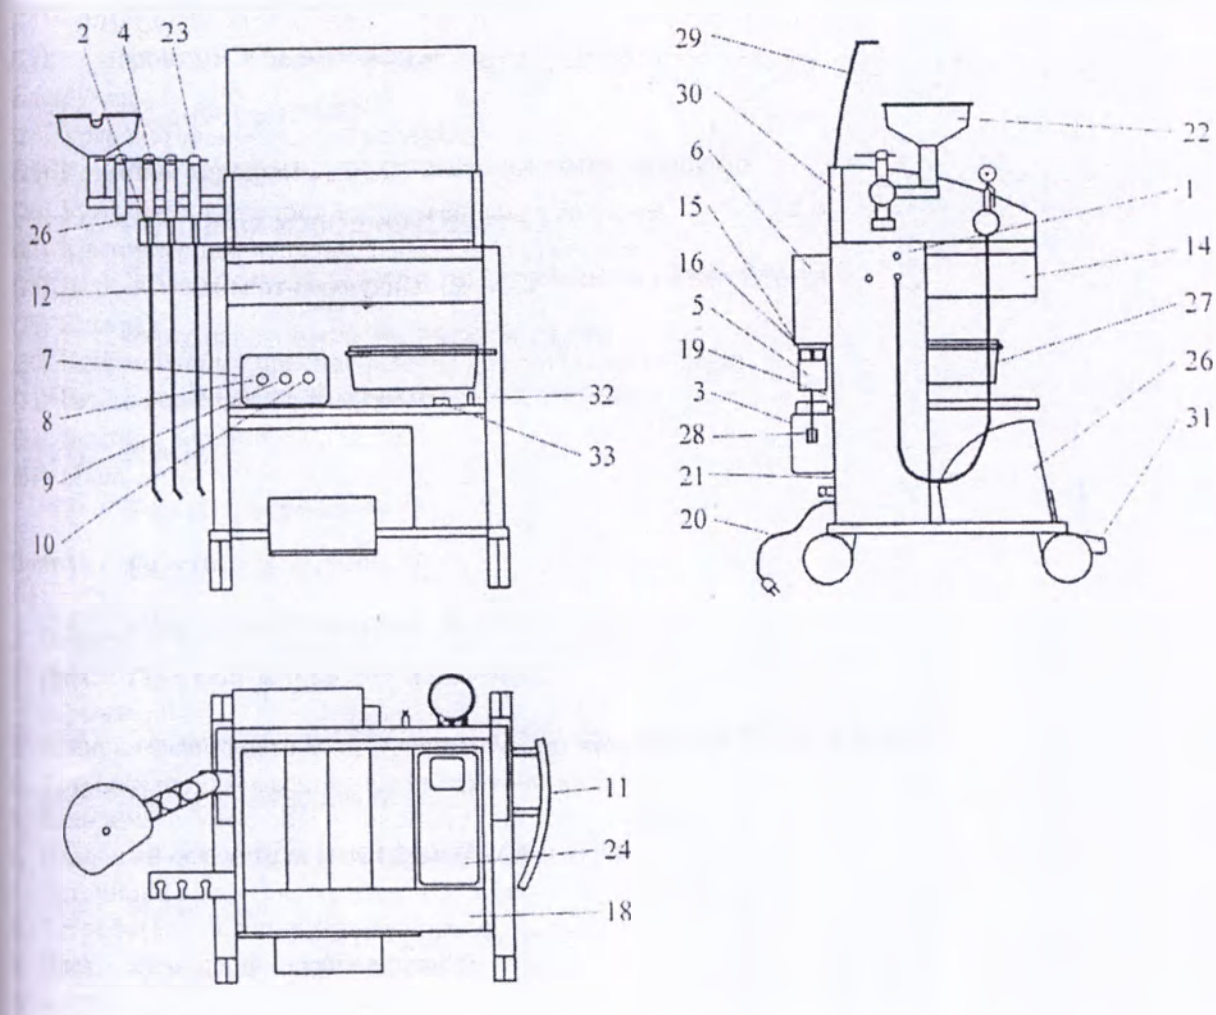

Рис. 1. Внешний вид прибора Swingo
об определения: Не светится контрольный индикатор выключателя питания (Рис. 1 (18)).
чина: Вышел из строя сетевой предохранитель (Рис. 1 (25)).
об устранения: Замените сетевой предохранитель (Рис. 1 (25)).
Протекает рукоятка для промывки водой (**Рис. 1 (4)**).
2. Включите прибор (рис.1 поз. 1). Если прибор оборудован соленоидальным клапаном, то водное входное отверстие откроется автоматически. Инструмент для орошения теплой водой требует 10-15 минут для достижения нужной температуры воды. Рекомендуется включать прибор заблаговременно.
1. Выключите главный выключатель прибора. Соленоидальный клапан автоматически закроет водное входное отверстие. Мы рекомендуем регулярно проверять работу клапана (рис. 1 поз. 4). Поток воды должен быть постоянным при открытом клапане и быстро останавливаться при закрытом клапане.